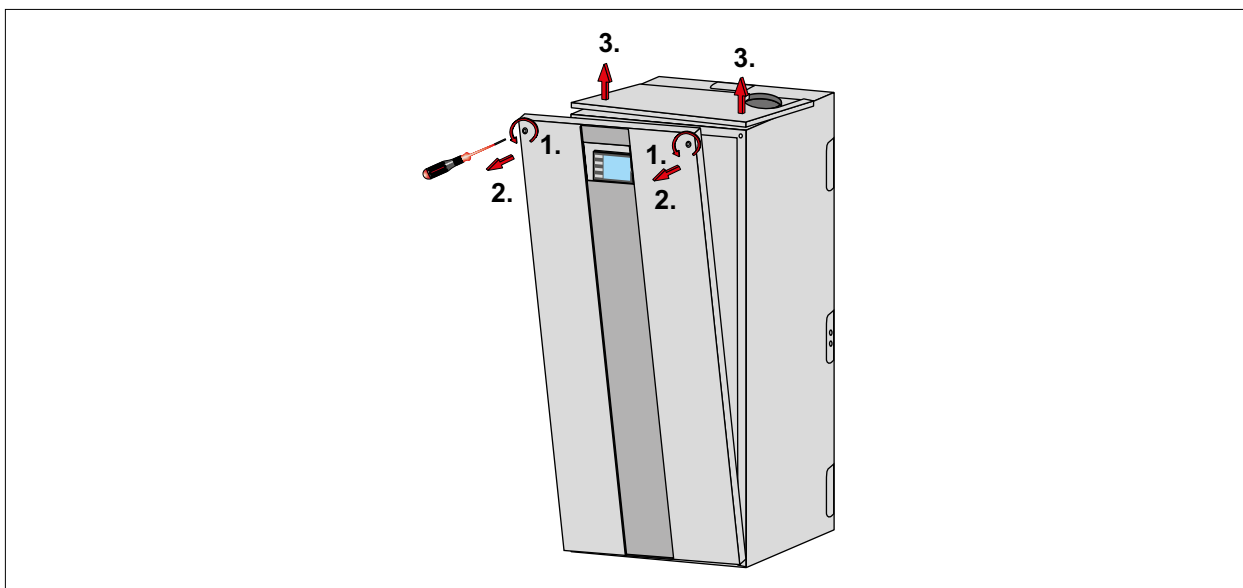

Рис. 5.2 Демонтаж облицовки
- ▶ Демонтаж облицовки («Рис. 5.2 Демонтаж облицовки»).